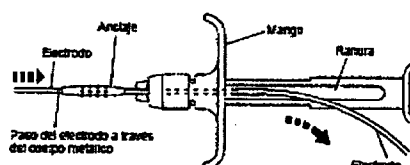

Figura 6. Paso del electrodo a través del cuerpo metálico.
6. Pase el extremo con conector del electrodo por el interior del cuerpo metálico del dispensador del anclaje hasta que salga el electrodo más allá del mango a través de la ranura (Figura 6).